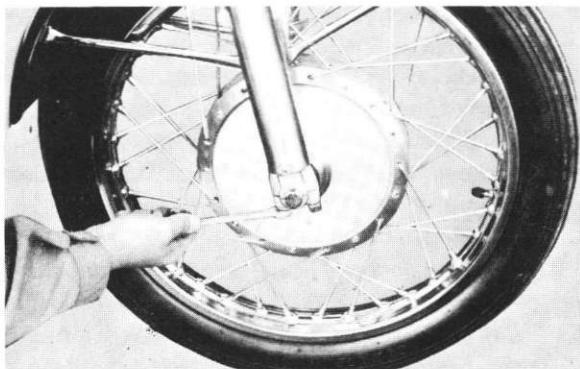

Fig. 5-1-8
- 4) Loosen the front wheel axle holder nuts. (Fig. 5-1-8)
- 4) Desserrez les écrous de collier d'axe de roue. (Fig. 5-1-8)
- 4) Befestigungsmuttern des Vorderradachshalters entfernen. (Abb. 5-1-8)